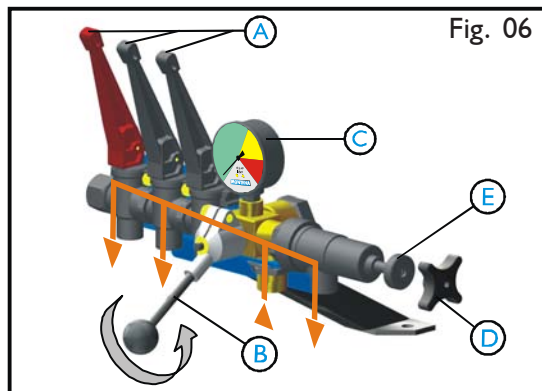

Fig. 06
4.2.3 (A) Alimentación De Los Picos Abierta (Fig. 06).
- Abrir los obturadores de alimentación(A). Extremidad de las palancas volcadas hacia el tanque. (Fig. 06).
- Abrir el registro (B) de distribución girar en el sentido contrario al de las agujas del reloj. (Fig. 06)
- Controlar la presión del manómetro (C) y bloquear en el regulado deseado con la contratuerca (E). (Fig. 06)